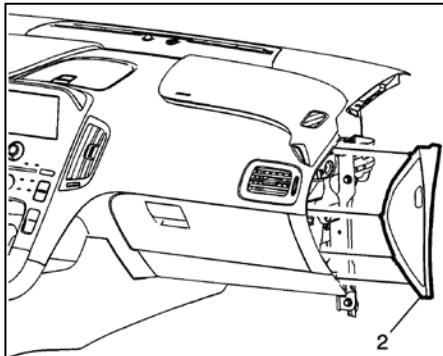

Fig. 1
5. Retirez le panneau de garnissage latéral du tableau de bord (*voir Fig. 1*). Utilisez un outil en plastique à lame plate pour retirer le panneau de garnissage latéral de l'ensemble du tableau de bord.